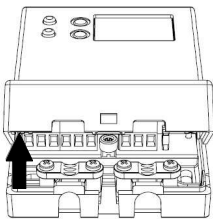

Fig. 3
- 3 Ruotare il coperchio cavi esercitando una leggera pressione fino ad estrarla completamente (Fig. 3).
- 8 Posizionare il coperchio cavi sulla base e ruotarlo verso la base; spingere verso l'interno la linguetta plastica posta sulla parte inferiore della base ed esercitare una pressione che faccia scattare la linguetta plastica di fissaggio all'interno del foro sul lato inferiore del coperchio cavi (Fig. 3).